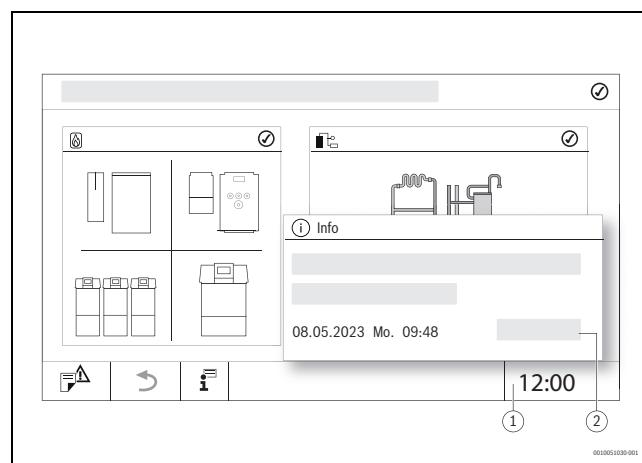

Рис. 14 Изменение времени системы
- Нажмите на время (→ рис. 14, [1]).
▶ Нажмите **Сохранить** (→ рис. 14, [2]).